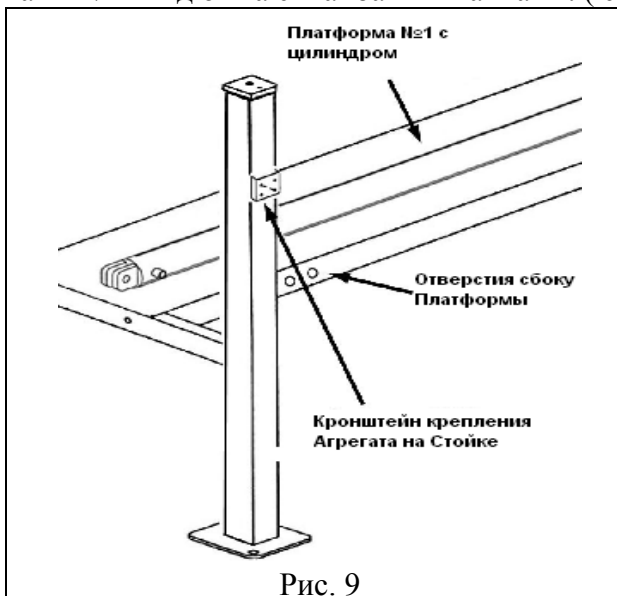

Рис. 9
2. Установи эту платформу так, чтобы отверстия сбоку платформы были около стойки, на которой крепится агрегат ( см. Рис. 9 )